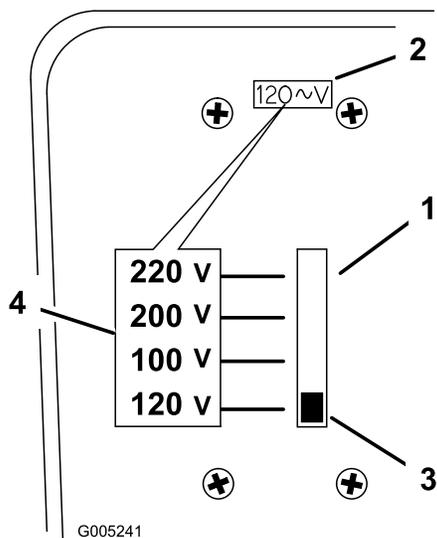

図 7
1. チャージャの裏面にある電圧セレクトアを探し出して下さい 図 7。
2. 選択スイッチを上下に動かして、電源の電圧に合わせる 図 7。